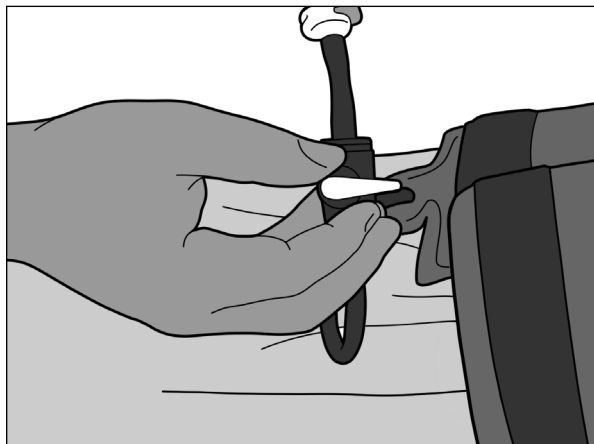

Fig. 20
1. Verificați dacă supapa de închidere este perpendiculară pe tubulatură (Fig. 20).